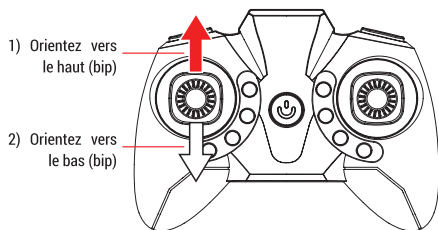

Figure 1: Appairage
3. Pour remplacer les hélices veuillez d'abord dévisser la vis située sur le rotor, au-dessus des pales. (Figure 1).
- 2. Appairage:** Allumer la radiocommande en pressant le bouton ON/OFF. Pousser le joystick de gauche vers le haut (bip) puis vers le bas (bip) afin de connecter la radiocommande au drone (Figure 1).